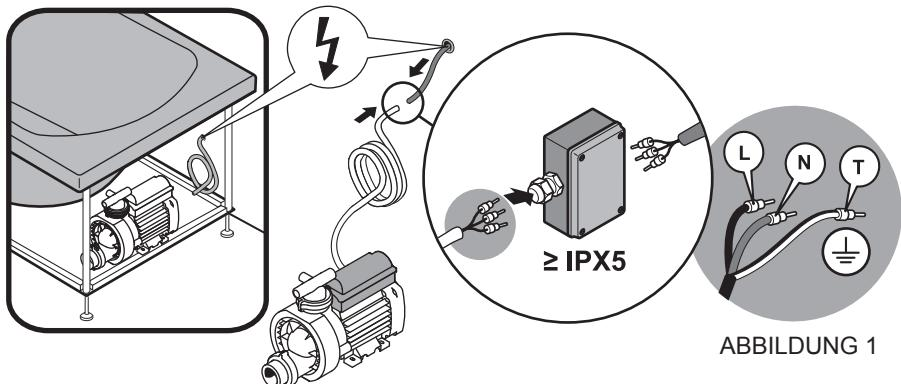
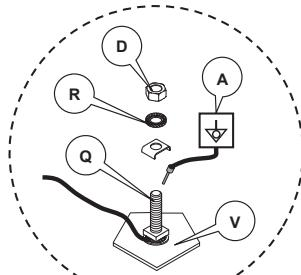
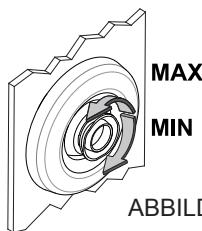
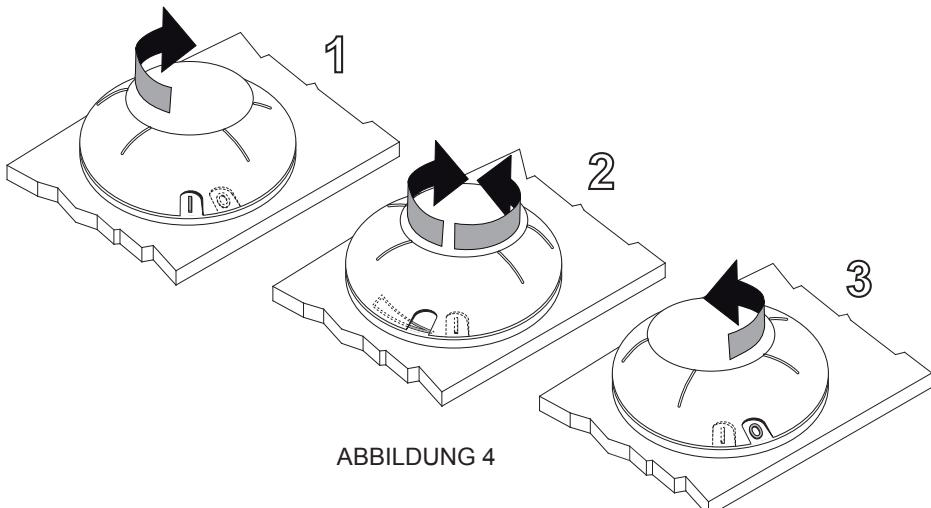

ABBILDUNG 1
ABBILDUNG 2
ABBILDUNG 3
ABBILDUNG 4
Nach Schutzart IPX5 das Stromversorgungskabel in der vorbereiteten Anschlussdose und fest mit der Hausinstallation verbinden (Abbildung 1).
- Überprüfen, ob die Einlauföffnungen geöffnet sind; sollte dem nicht so sein, den Diffusor entgegen dem Uhrzeigersinn drehen. (Abbildung 3).
- Zum Starten der Hydromassage muß der Verstellring "O" auf "I" gedreht werden (siehe Abb. 1 Bild 4).
- Die Intensität der Luftbeimischung regelt man durch Drehen des Verstellringes am Symbol "▲" (siehe Abb. 2 Bild 4). In Uhrzeiger Richtung mehr Luftbeimischung, gegen Uhrzeiger Richtung weniger Luftbeimischung.
- Zum Beenden der Hydromassage muß der Verstellring auf "O" zurück gedreht werden (siehe Abb. 3 Bild 4).